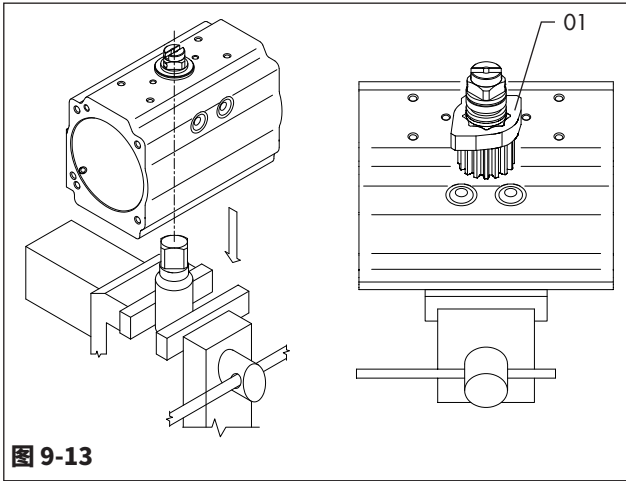
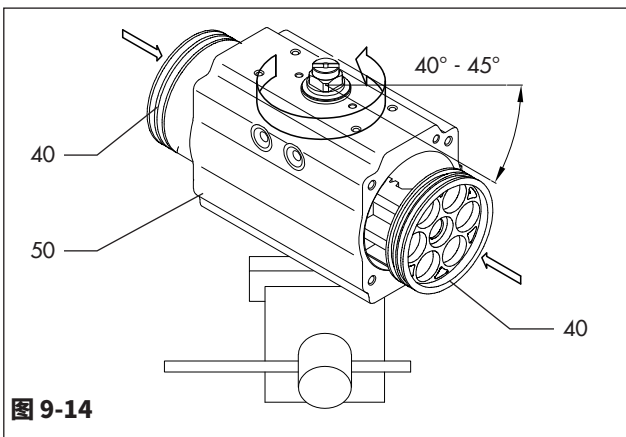

图 9-13
图 9-14
请参阅图9-1、图9-12、图9-13和图9-14。
- 将驱动轴(60/60.1)的内螺纹连接插入正确固定的联轴接头中。(图9-13)
- 确保octi凸轮(01)位于图9-13所示的正确位置。
- 如图9-14所示,根据顶视图顺时针旋转器体(50)约40°-45°。